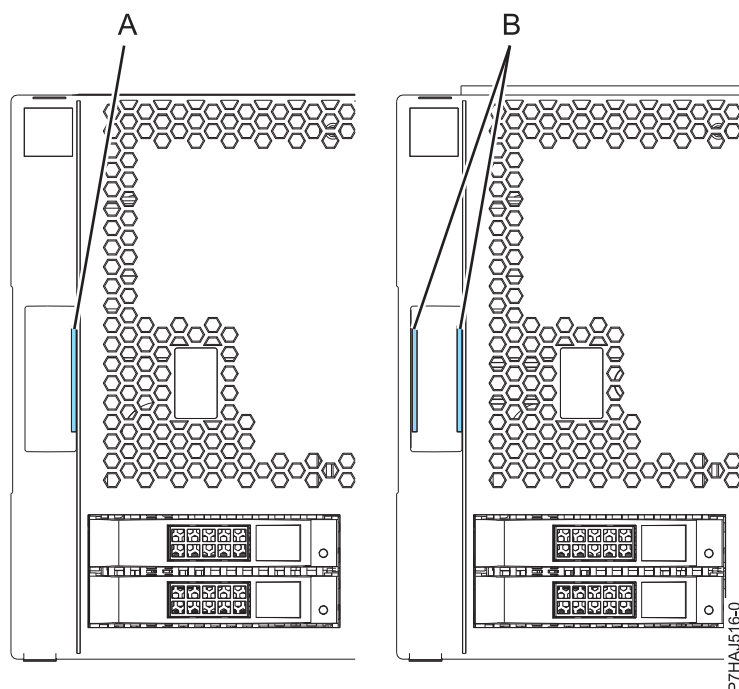

図 5. 古いカバーと新しいカバーの識別
注: 2011 年 3 月 1 日より前に出荷された古いカバーは、カバー・アセンブリー・ラッチ上の 1 本の青色ストライプ (A) で識別できます。2011 年 3 月 1 日以降に出荷された新しいカバーには、カバー・アセンブリー・ラッチ上に 2 本の青色ストライプ (B) が付いています。図 5 を参照してください。